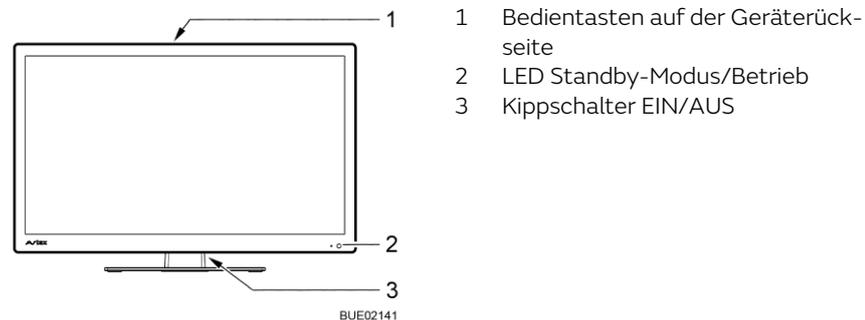

Bild 49 Bedienung am Flachbild-
- Kippschalter (Bild 49,3) auf der Rückseite des Flachbildschirms auf EIN stellen. Die Anlage schaltet in den Standby-Modus. Die LED (Bild 49,2) leuchtet rot.
- Taste POWER (Bild 50,1) auf der Fernbedienung drücken. Die LED (Bild 49,2) leuchtet blau.
- Taste POWER (Bild 50,1) auf der Fernbedienung drücken. Die Anlage schaltet in den Standby-Modus. Die LED (Bild 49,2) leuchtet rot.
- Kippschalter (Bild 49,3) auf der Rückseite des Flachbildschirms auf AUS stellen.